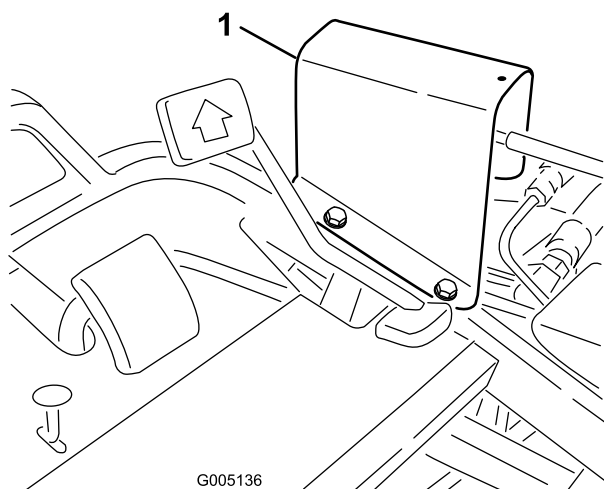

Figura 43
1. Posizionate le bobine 1, 2 e 3 in folle (centro della corsa) e rimuovete la protezione dell'asta di trasferimento dal pannello della pedaliera (Figura 43).